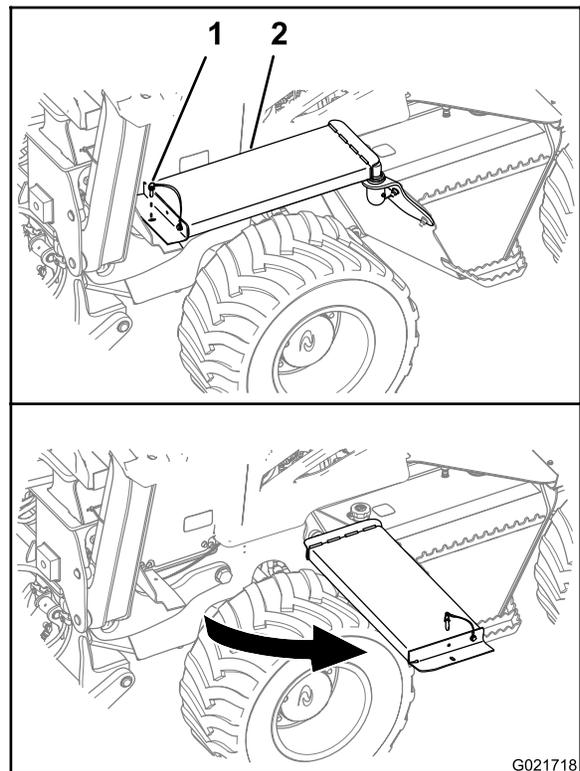

Figura 35
- A. En el lado izquierdo de la máquina, retire el pasador de retención de la parte delantera de la plataforma (Figura 35).
- B. Pivote la plataforma para separarla de la máquina, según se muestra en Figura 35.
- A. Gire la parte delantera de la plataforma a su posición inicial (Figura 35).
- B. Alinee el taladro de la plataforma con el taladro del soporte de la plataforma (Figura 35).